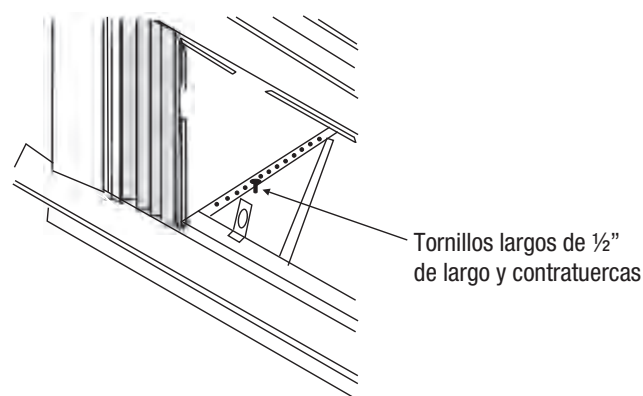

FIG. 16
3. Instale los soportes de sujeción (con soportes de ángulo de umbral colocados) en el orificio correcto en la parte inferior del gabinete, como se muestra en la Fig. 16.